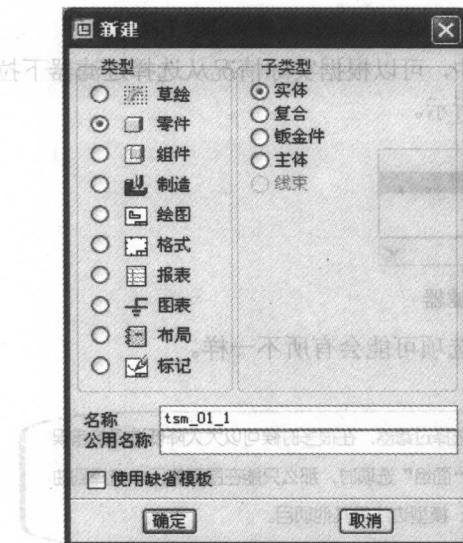

图 1-4 “新建”对话框
- ① 单击 (新建) 按钮，打开“新建”对话框。
- ② 在“新建”对话框中的“类型”选项组中，选择“零件”单选项；在“子类型”选项组中，选择“实体”单选项；在“名称”文本框中输入文件名为 tsm\_01\_1，单击“使用缺省模板”复选框，以取消使用默认模板，如图 1-4 所示。单击“确定”按钮。